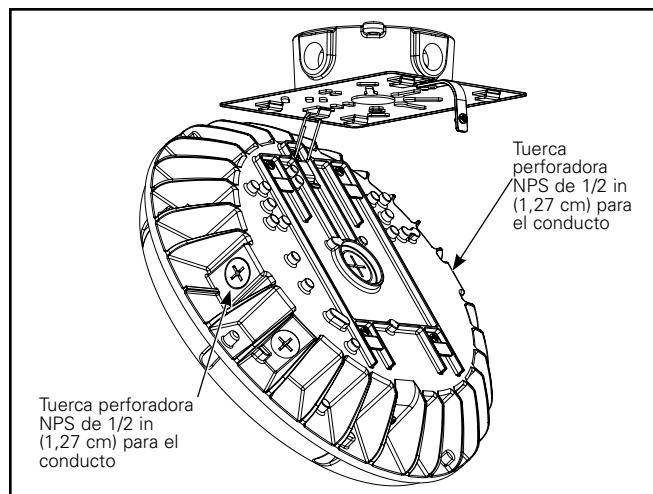

Figura 4.
5. Mientras la luminaria cuelga del gancho de la placa de montaje rápido, retire las tuercas perforadoras NPS de ½ in (1,27 cm), conecte el conducto a la luminaria y sujete con cinta de teflón (Figura 4). Las tuercas perforadoras NPS de ½ in (1,27 cm) están directamente enfrentados en la luminaria; no use la tuerca perforadora del interruptor de selección de lúmenes para conectar el conducto.